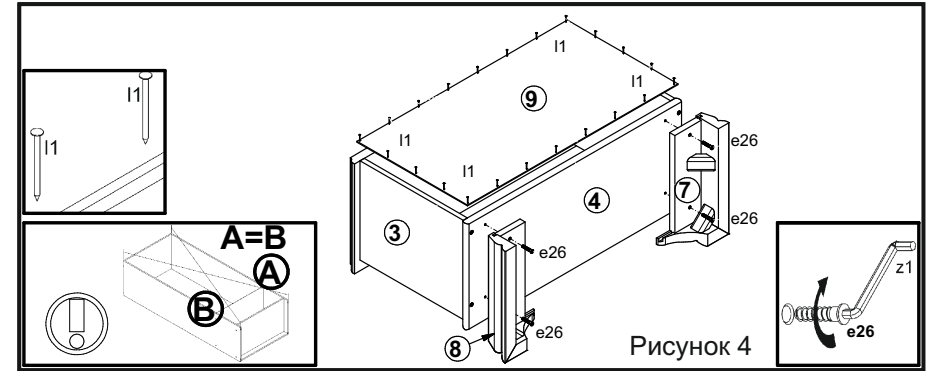

Рисунок 4
10. Прикрутить ноги **7, 8** к щиту нижнему **4** конформатами **e26** при помощи ключа **z1** (см. рис. 4).
11. Положить корпус изделия фасадными кромками вниз на ровную поверхность и выровнять его, измеряя рулеткой расстояние между противоположными углами по диагонали. Расстояние должны быть равными (см. рис. 4).
12. Закрепить стенку заднюю **9** к корпусу тумбы гвоздями **l1** с шагом **80-120 мм** (см. рис. 4).